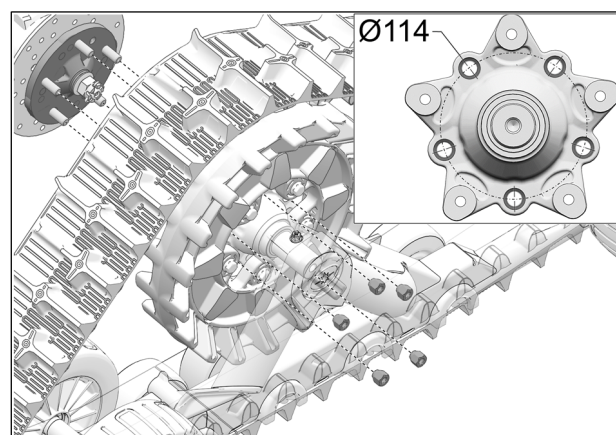

Fig. 8
8. Fixer le système de traction au moyeu de roue arrière. Utiliser le cercle de perçage de $\varnothing 114$ mm et les écrous de roue du véhicule. Voir la Fig. 8